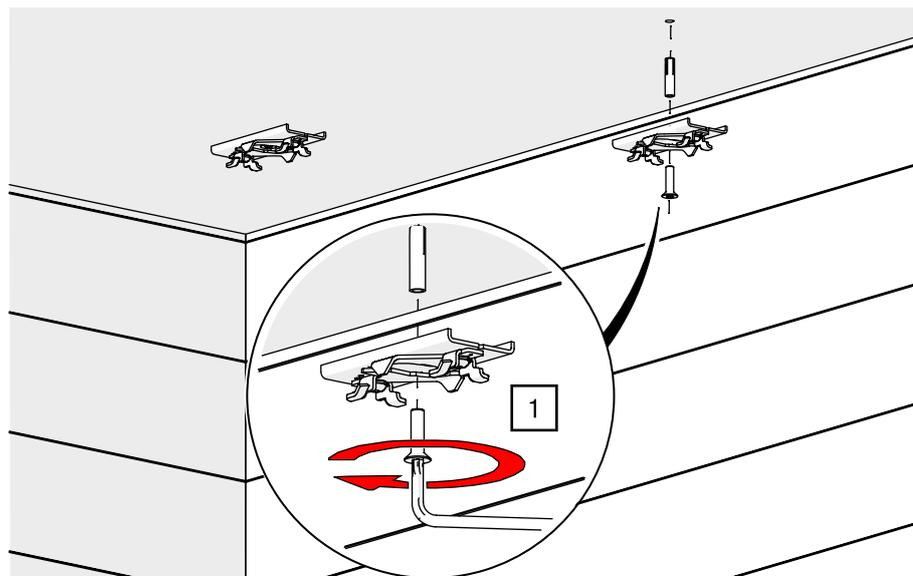

Abb. 53: Deckenmontage – G-TWIST II in Decke verschrauben
1. Verschrauben Sie die Zentralbefestigung G-TWIST II mit dem Untergrund entsprechendem Montagematerial an der Decke (Montage entsprechend Herstellerangaben; Beispiel Betondecke – siehe Abb. 53).